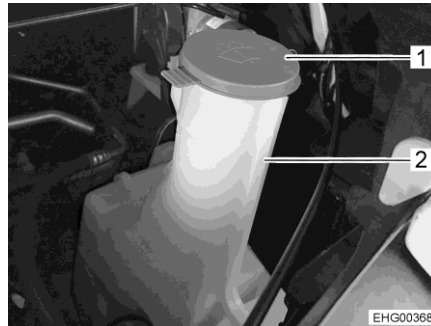

Bild 39 Påfyllningsöppning spolarvätskebehållare
- Ta bort locket (Bild 39,1) från påfyllningsöppningen (Bild 39,2) på spolarvätskebehållaren.